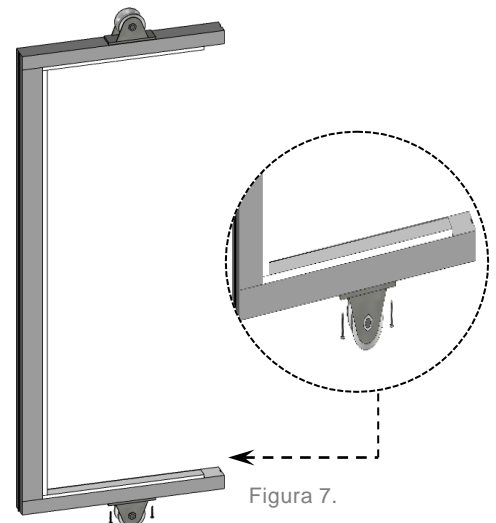

Figura 7.
- 6 | Una vez encajado el anclaje del riel junto con el anclaje de los bloques, proceda a atornillar el rodamiento de la cara posterior como se evidencia en la figura 7.